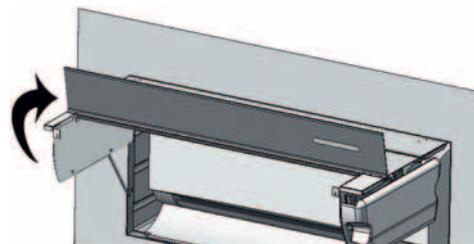

Fig. 9
4.2.9 Alzare manualmente il pannello inferiore del sistema ALAPANEL e ALAPANEL-S e ripiegare le astine di sostegno laterali, agganciandole nelle apposite sedi (fig. 9).